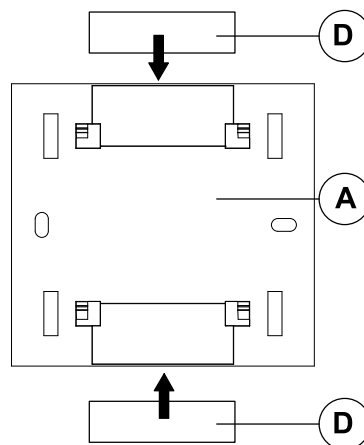

Fig 4.
Of bevestig de borgplaat A (fig.4) met de bijgeleverde plakstroken(D) op een glad/ vlak oppervlak (dit mag geen metaalachtige oppervlakte zijn)